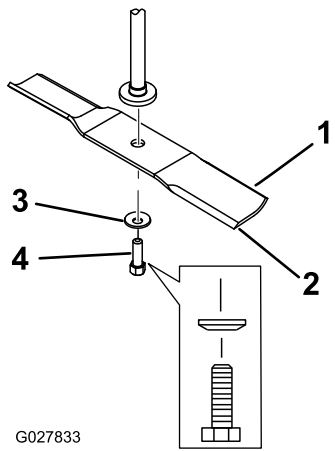

Figura 47
- Retire del eje el perno de la cuchilla, la arandela curva y la cuchilla (Figura 47).
- Instale la cuchilla en el eje (Figura 47).
- Instale la arandela curva (con la copa hacia la cuchilla) y el perno de la cuchilla (Figura 47).